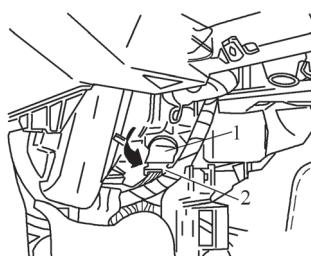

图 5-25 拆卸蒸发器出风口温度传感器 G263
- 2) 如图 5-25 所示, 拔下蒸发器出风口温度传感器 G263 上的插头 2。